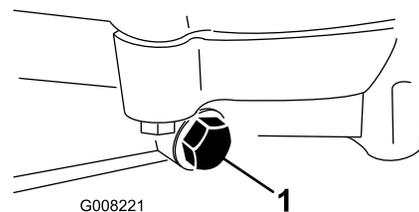

Bild 48
4. Stellen Sie eine Auffangwanne unter die Ablassschraube (Bild 48).